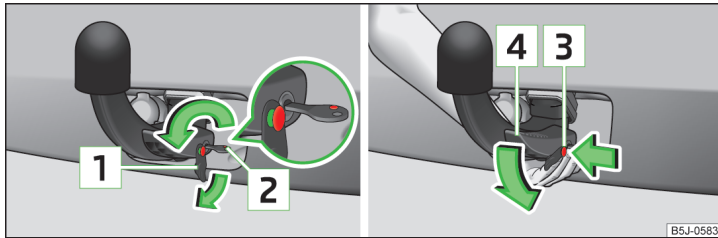

Abb. 125 Bedienungshebel der Kugelstange entriegeln / Kugelstange lösen
- Die Kappe **1** » Abb. 125 vom Schloss der Kugelstange in Pfeilrichtung abziehen.